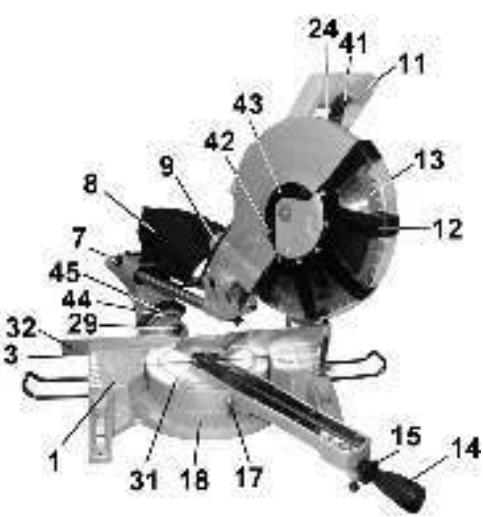

Рис. 7
Демонтируйте винт крепления (42). Переведите защитный кожух (12) и кожух (43) в верхнее положение так, чтобы освободить доступ к креплению пильного диска (13), Рис.7.